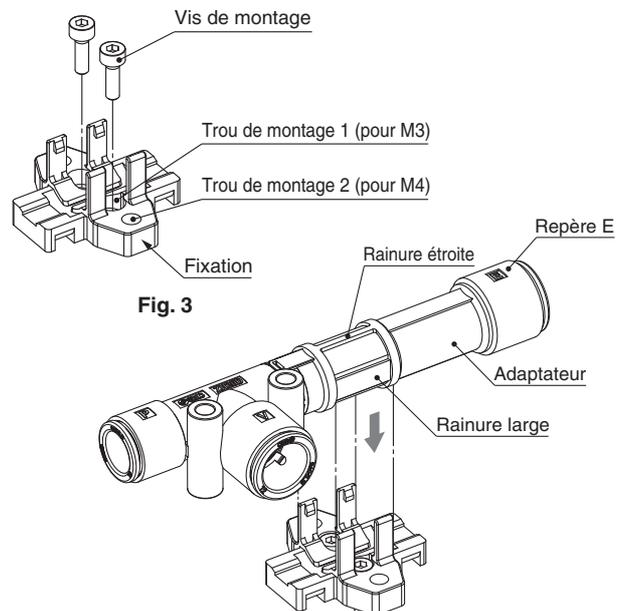

Fig. 3
- 1) La fixation standard du ZH18/20D□A peut être montée grâce au trou de montage 1 ou 2 (Fig.3).
- 2) Lorsque le produit est monté avec le trou 1, montez d'abord la fixation sur l'emplacement d'installation (Fig.3).